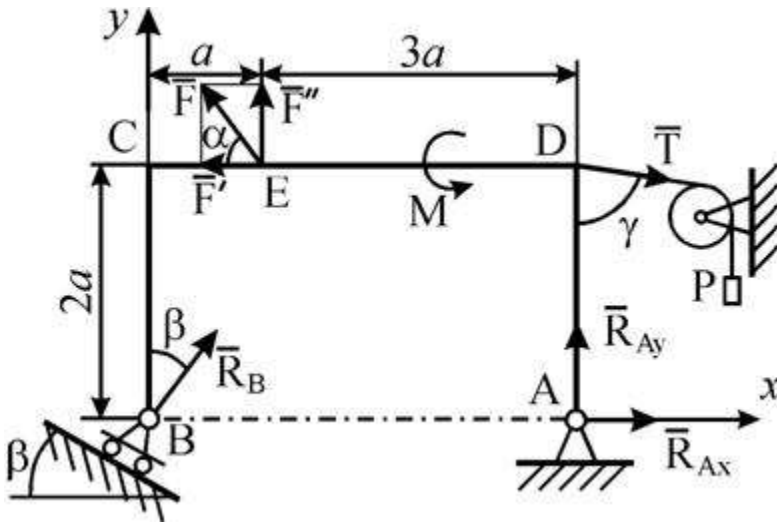

Рис. 19
**Пример 7.** Жесткая рама  $ABCD$  (рис. 19) имеет в точке  $A$  неподвижную шарнирную опору, а в точке  $B$  - подвижную шарнирную опору на катках. Все действующие нагрузки и размеры показаны на рисунке.
**Ответ:**  $X^A = -8,5 \text{ кН}$ ;  $Y^A = -23,3 \text{ кН}$ ;  $R^B = 7,3 \text{ кН}$ . Знаки указывают, что силы  $X_A$  и  $Y_A$  направлены противоположно силам, показанным на рис. 19.